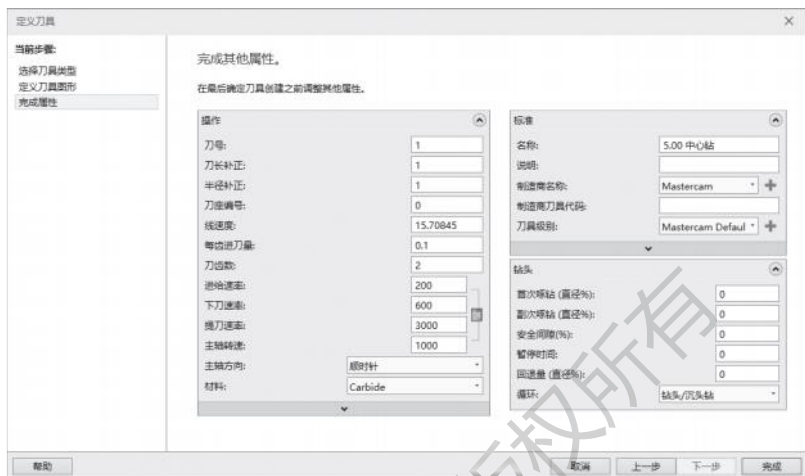

图 3-24 定义加工参数
4) 设置【进给速率】为 200mm/min，【下刀速率】为 600mm/min，【提刀速率】为 3000mm/min，【主轴转速】为 1000r/min，单击【完成】按钮，如图 3-24 所示。